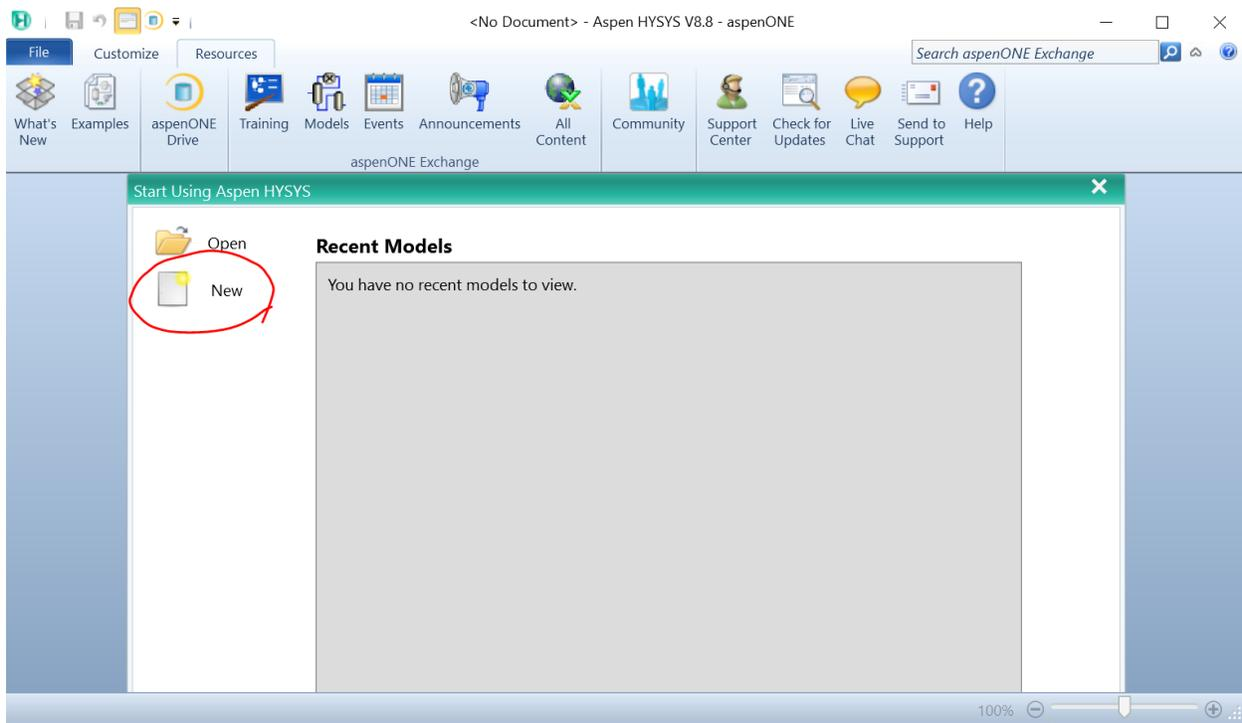
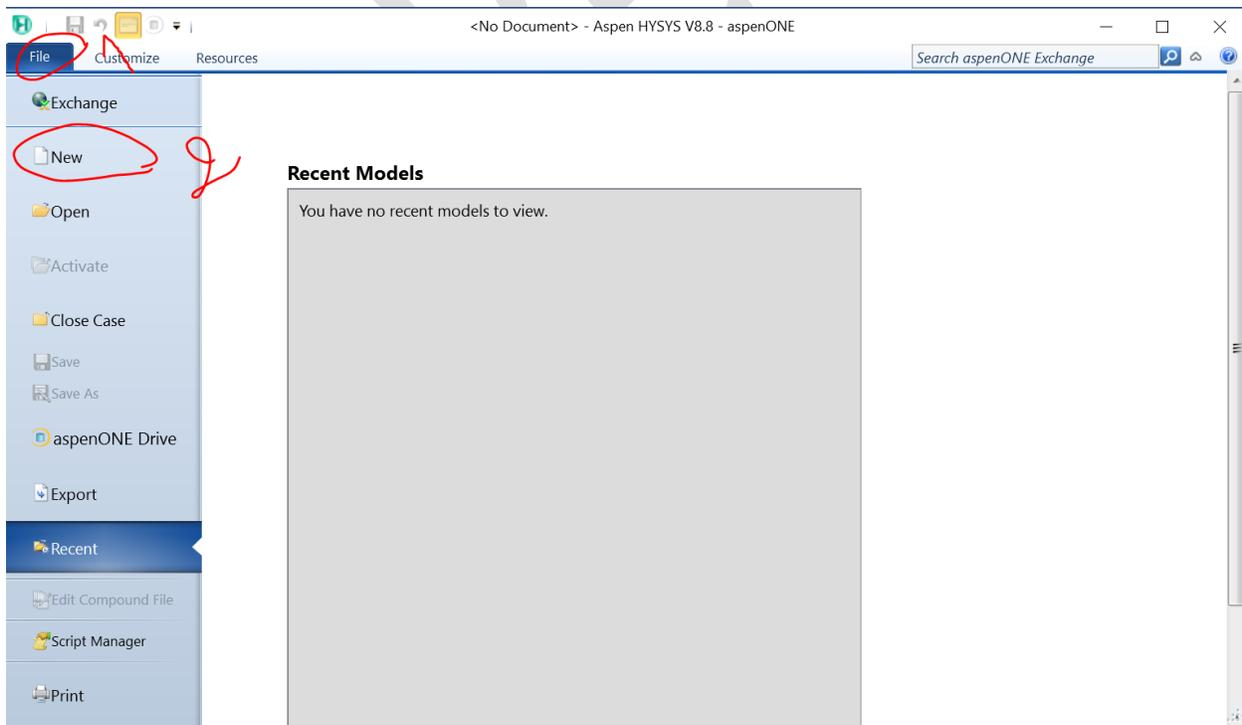

Figure 3. Créer un nouveau cas en sélectionnant "nouveau" directement
Figure 4. Créer un nouveau cas en sélectionnant "Fichier", puis "Nouveau"
- Créer un nouveau cas : Dans l'écran d'accueil d'Aspen Hysys, cliquez sur Nouveau "New" pour créer un nouveau cas (Figure 3). Vous pouvez également sélectionner Fichier "File" dans la barre de menus, puis sélectionner Nouveau "New" (Figure 4).